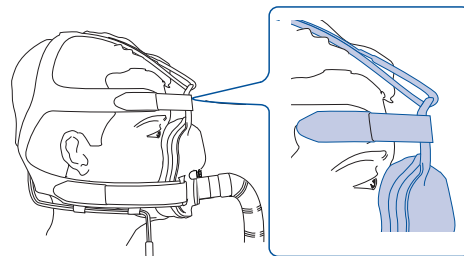

Figura: 6
- 6 La mascarilla puesta se debe ver así (fig. 6):